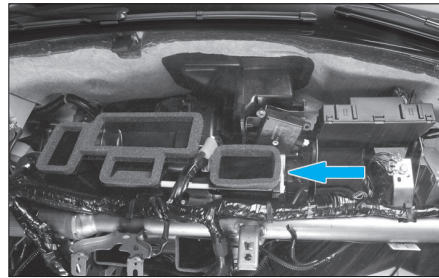

Fig. 23
- Débrancher le connecteur du motoréducteur (Fig.23),